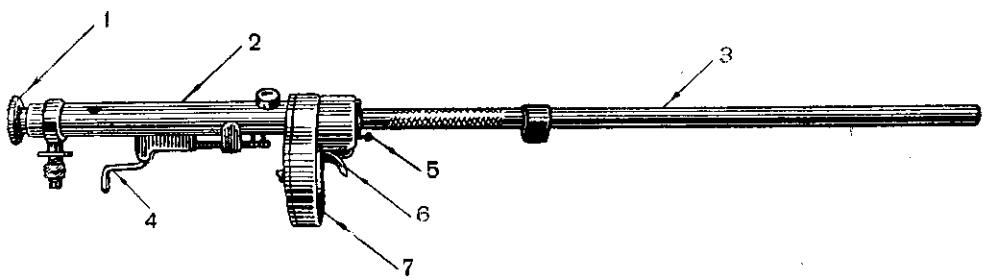

Рис. 2. Общий вид малокалиберного пулемета со спецификацией частей:
7. Основными частями и механизмами малокалиберного пулемета (рис. 2) являются: **ствол, ствольная коробка, затвор, возвратно-боевая пружина, спусковой механизм, экстрактор и магазин**.